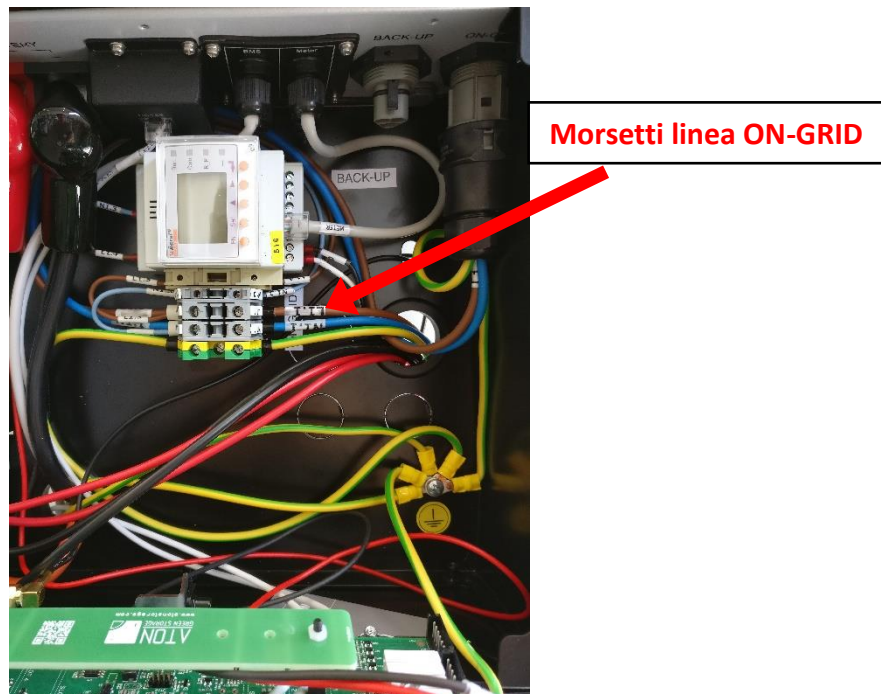

Figura 54 – Collegamento linea ON-GRID
6. Collegare la linea GRID ai morsetti rispettando le indicazioni degli schemi elettrici e di Figura 54: